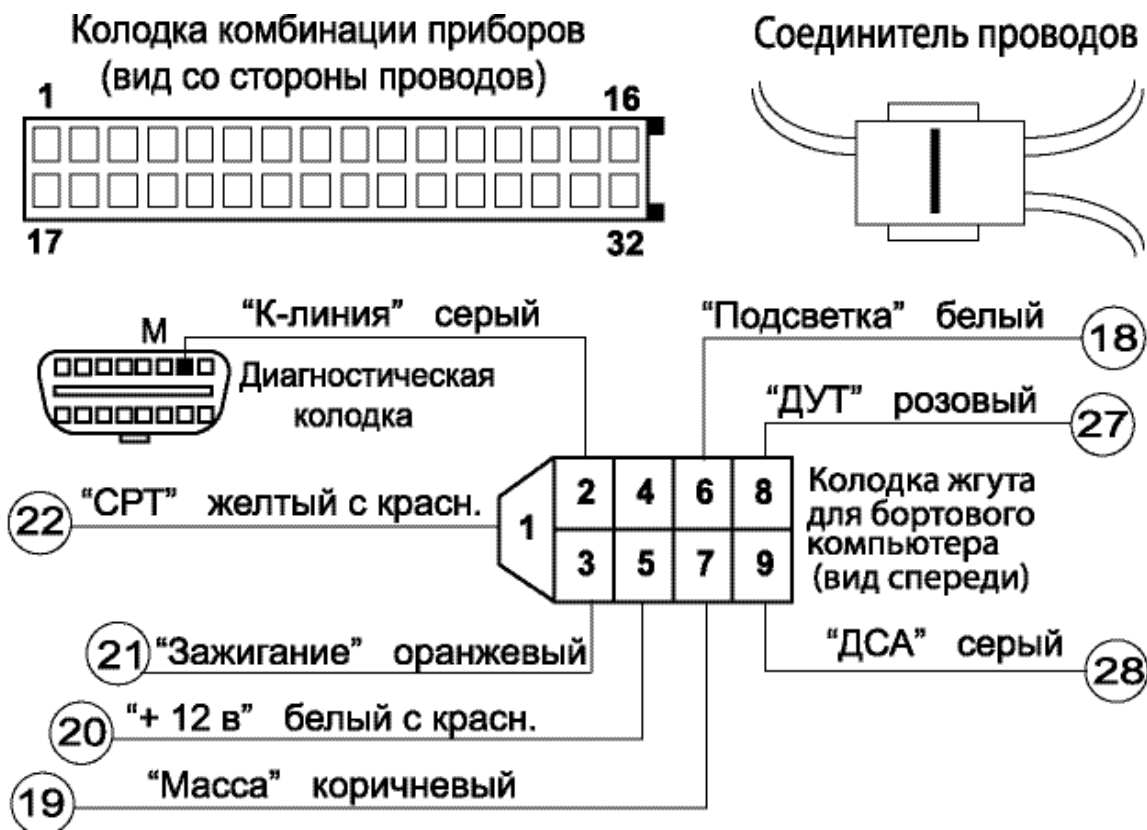

Рис.1 Подключение БК
3. Снять заглушку тоннеля пола. Протянуть серый провод К-линии жгута БК к диагностической колодке, находящейся под заглушкой туннеля пола, и подключить его согласно рис.1.
4. Соединителями проводов (входят в комплект) подключить провода жгута БК к проводам жгута колодки комбинации приборов согласно единой цветовой маркировке (рис.1).